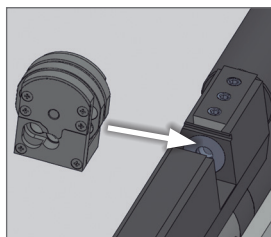

Fig. 16. Paso 4
- La boca de carga quedará al descubierto tal como se ve en la fig. 16 (Paso 4).
- Alinee el cargador con la ranura y acóplelo a la carabina tal como se indica en la fig. 16 (Paso 4).